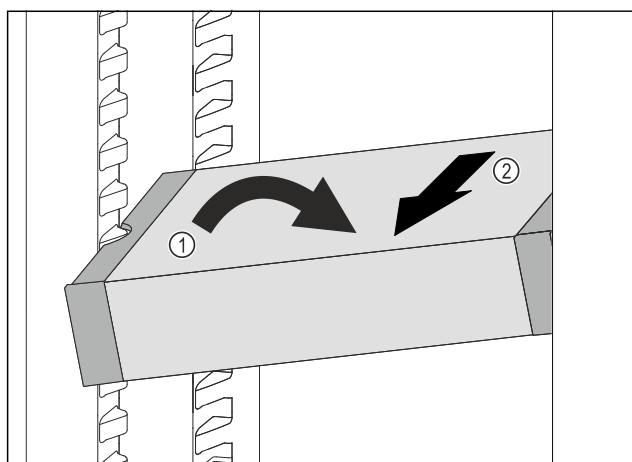

Fig. 66
- Impostare il vano frigorifero di VarioSafe ad angolo. Fig. 66 (1)
- Rimuovere VarioSafe tirando in avanti. Fig. 66 (2)